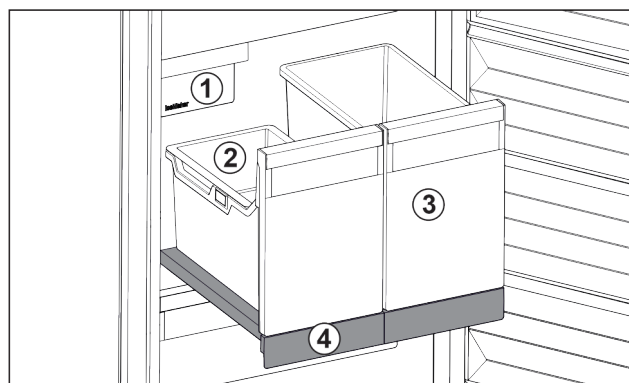

Fig. 168 Udtrækshylde med IceTower
Der findes to høje beholdere på udtrækshylden (IceTower). I beholderen Fig. 168 (2) samles og opbevares isterninger fra IceMaker. Beholderen Fig. 168 (3) er egnet til opbevaring af høje fødevarer som pizzaer eller alkoholiske drikkevarer.